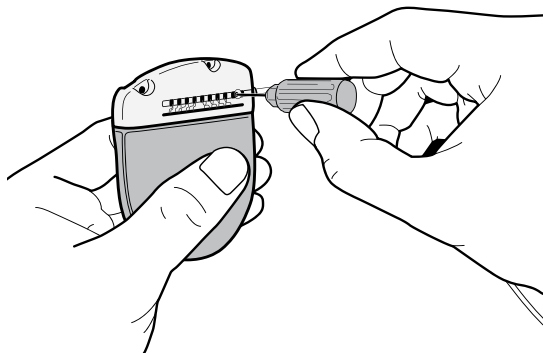

Figure 35. Insertion de la clé hexagonale dans l'adaptateur du GII
8. Passer la clé hexagonale à travers la fente de la cloison située sur le côté de l'adaptateur du GII (Figure 35).